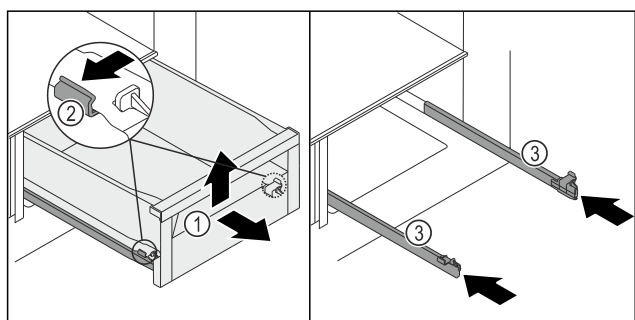

Fig. 199
- ▶ Vytáhněte zásuvku Fig. 199 (1) až na doraz.
- ▶ Svorku Fig. 199 (2) vlevo a vpravo současně lehce stlačte na kolejničkách směrem ven.
- ▶ Zásuvka Fig. 199 (1) se uvolní z kolejniček.
- ▶ Nadzvedněte zásuvku Fig. 199 (1) vpředu.
- ▶ Vyjměte zásuvku Fig. 199 (1) dopředu.
- ▶ Zasuňte kolejničky Fig. 199 (3).